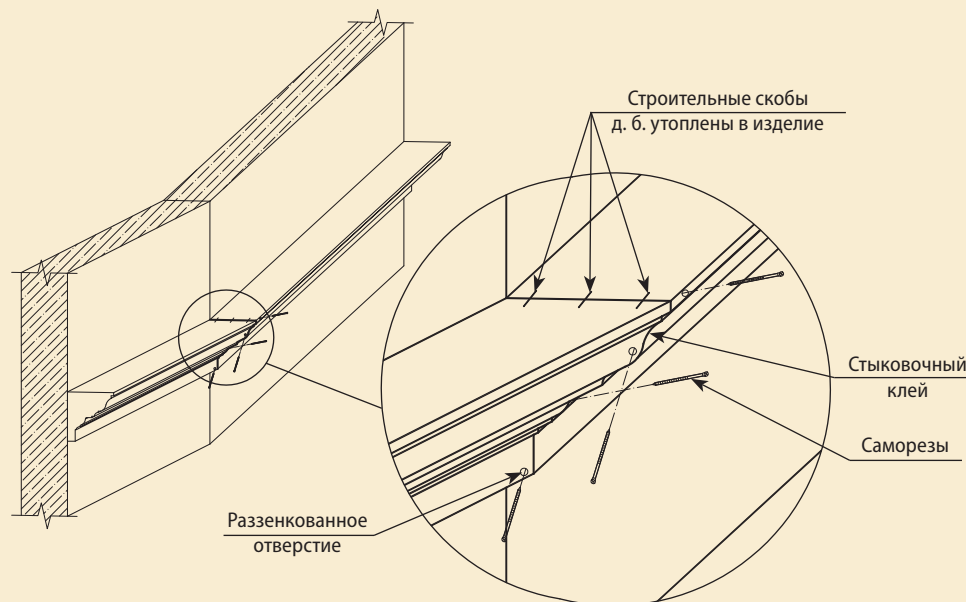

Рис. 1.5
1.5. При стыковке изделий необходимо наносить стыковочный клей на стыкуемые поверхности тоже в достаточном количестве чтобы излишки клея вышли из стыка. Стяните молдинги саморезами $\varnothing 3,5$ мм (рис. 1.5), а также строительными скобами. Строительные скобы и шляпки саморезов должны быть утоплены в изделие.